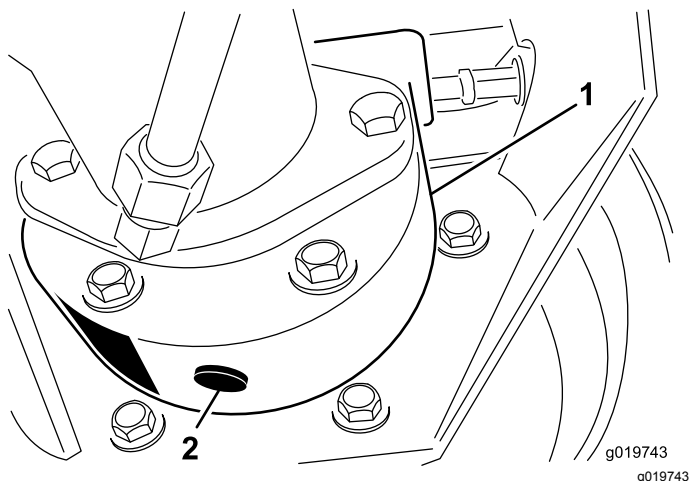

Figura 40
3. Mettete una bacinella sotto la scatola del freno, togliete il tappo di spurgo e lasciate defluire l'olio (Figura 40).